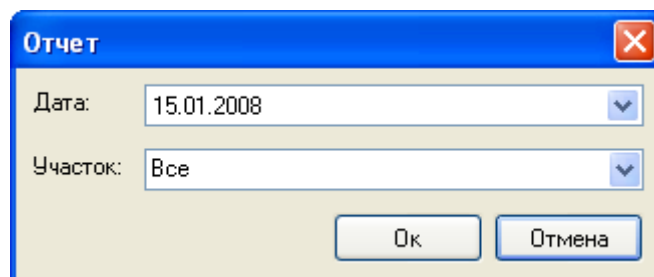

Рисунок 18 – Окно выбора параметров общего отчета
3.6.2 Для построения общего отчета необходимо выбрать в меню “Отчеты > Общий” или нажать кнопку  на панели инструментов. После этого появляется окно (рисунок 18), в котором необходимо указать дату, за которую будет строиться отчет, и участок, за персонал которого будет строиться отчет. После построения запустится приложение Microsoft Office Word, в котором будет таблица с отчетом о времени пребывания людей в шахте (таблица 2). Данные будут сгруппированы по участкам, а внутри участков по профессиям.